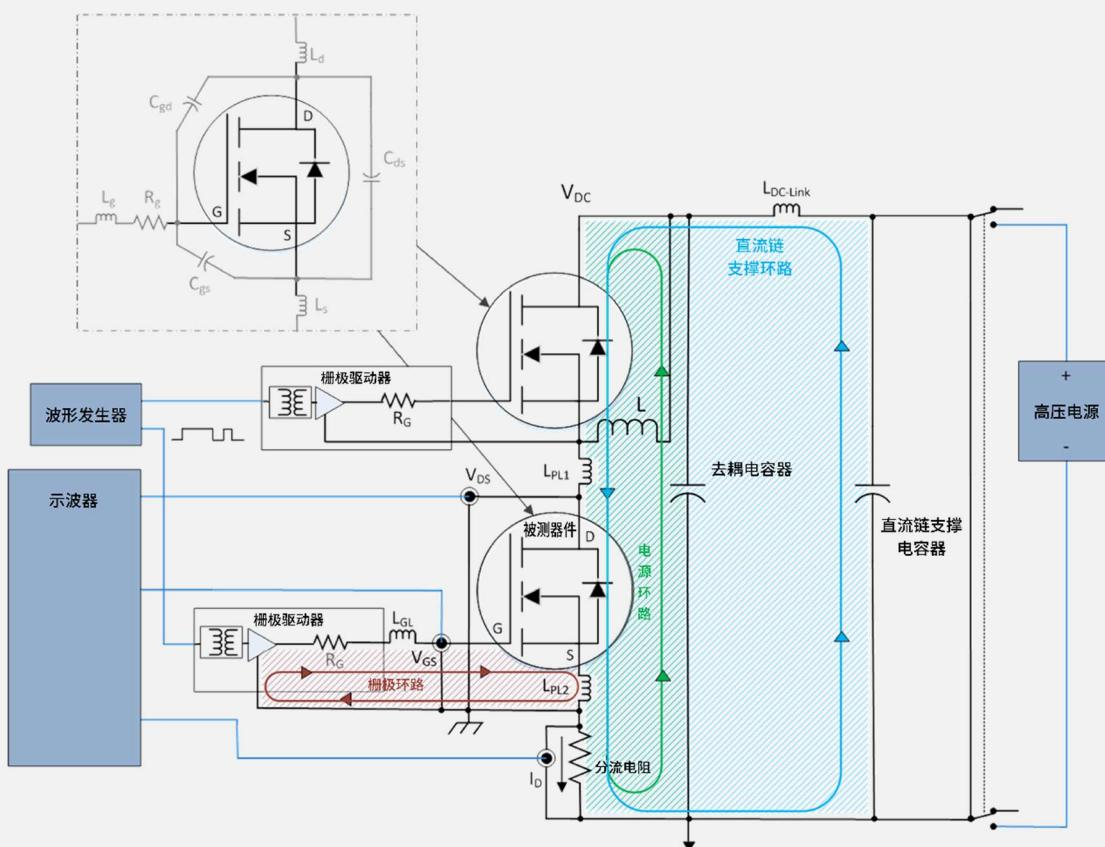
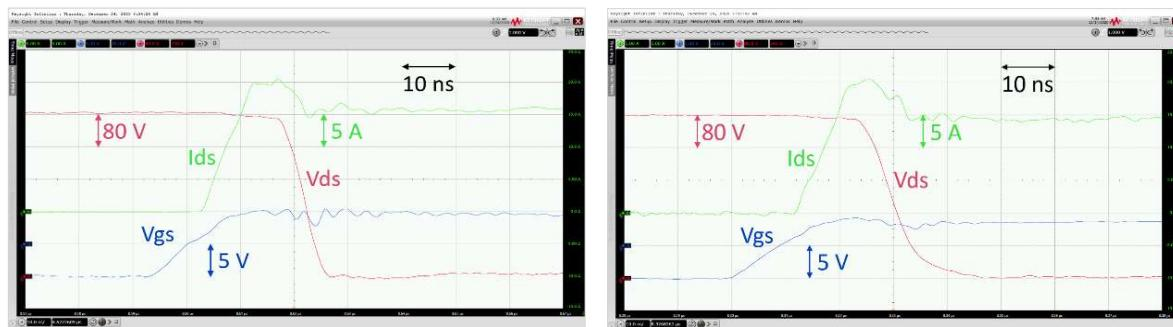

图 4. 双脉冲测试电路，包括夹具和器件寄生效应。
图 8. 是德科技 R²GC 可更换 $R_g = 1\Omega$ (左), 焊接 $R_g = 1\Omega$ (右)。
正如之前所述，PD1500A 因其具有模块化体系结构及独立的被测器件电路板、栅极驱动器电路板、直流支撑电容器和自动负载电感器，所以无需定制即可为 Si、IGBT 和 SiC 提供可配置的解决方案。不过，该设计在夹具中存在太多寄生效应，因此无法有效测试 GaN 器件。一个最重要的要求是，尽量降低功率环路、栅极环路以及直流支撑环路电感，以实现可重复且可靠的测量（参见图 4，节选自 2020 年 4 月《Bodo's 功率系统®》，第 36-39 页 “克服表征高速功率半导体器件的挑战”，www.bodospower.com）。
- 栅极电阻器 (R_g)**——当为标准 DPT 测试、栅极电荷 (Q_g) 测量以及动态 $R_{ds(on)}$ 测量确定合适的阻尼量时，更换栅极电阻是常见的做法。不过， R_g 位于栅极环路 (图 4) 内，任何寄生效应都会影响 GaN FET 开关的控制。与被测器件连接方法相似，是德科技开发了一种 R²GC 可更换 R_g 技术，该技术无需通过拆焊和焊接改变栅极电阻器，便能提供与焊接 R_g 等效的性能 (图 8)。